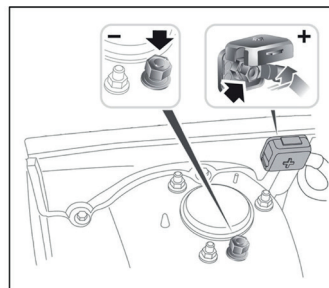

Fig. 4
**ATENÇÃO:** Não testar através de pontos de iniciação. Para os modelos que utilizam a bateria sob o assento ou no porta-malas, o fabricante geralmente inclui os pontos de iniciação sob o capô (Fig. 4), a fim de facilitar o arranque. Todavia, para assegurar a precisão dos dados e a segurança do funcionamento, **NÃO LIGAR O TESTADOR AOS PONTOS DE INICIAÇÃO.**